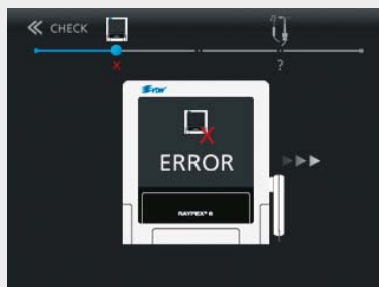

Fig. 31 Message ERROR de l'appareil
- soit ERROR (Fig. 31) s'il y a un problème.